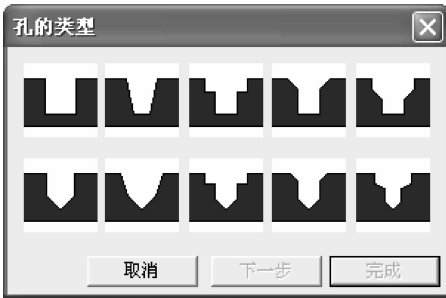

图 3-52 “孔的类型”对话框
- (1)单击主菜单【造型】→【特征生成】→【孔】,或者直接单击“打孔”按钮,弹出“孔的类型”对话框,如图 3-52 所示。